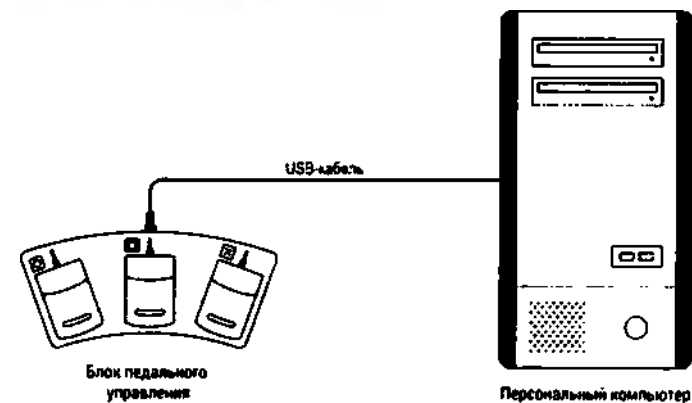

Рис. 6. Схема подключения блока к блоку ПК
Схема подключения блока к блоку ПК при помощи USB-кабеля представлена на рис. 6.
2. Подключите блок к блоку ПК согласно рис. 6. После запуска программного обеспечения блок включается автоматически.